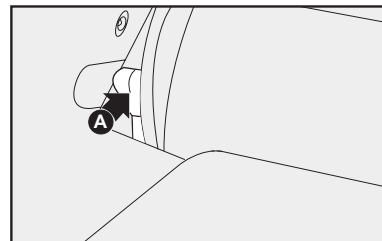

fig. 113
3) Desbloquee el respaldo del asiento utilizando las palancas laterales **A-fig. 113**, en el sentido de la flecha.